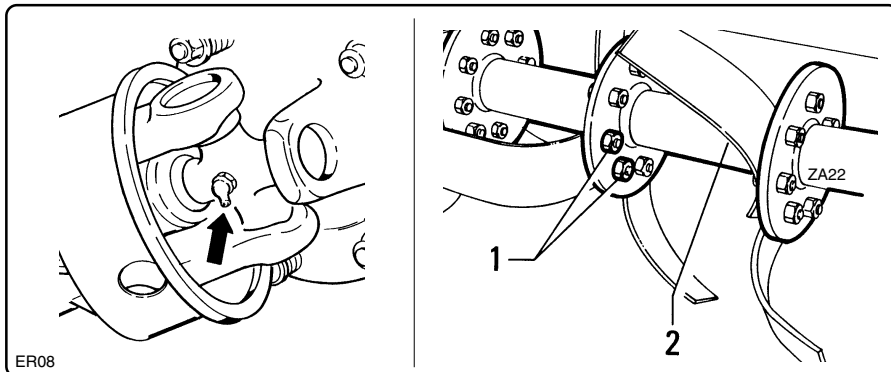

fig. 7.4.2
- Verificare l'integrità dell'albero cardanico ed ingrassare le crociere (fig. 7.4.2).
- Controllare il serraggio dei bulloni "1" di bloccaggio lame al rotore "2" (fig. 7.4.2).
- Make sure that the driveline is in a perfect condition and grease the spiders (fig. 7.4.2).